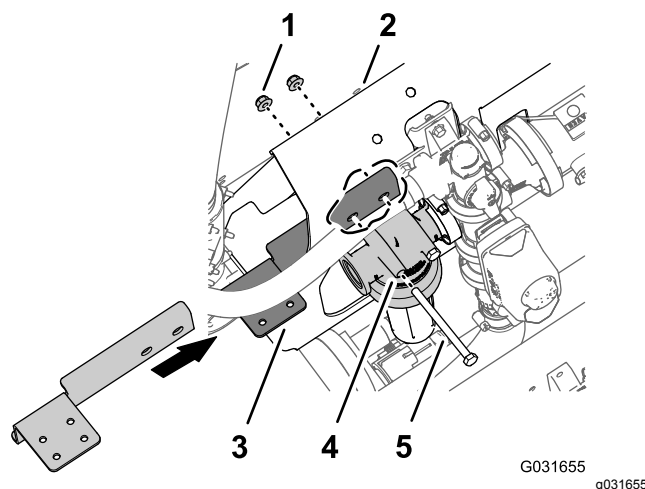

Figura 222
4. Rimuovete i 2 dadi di bloccaggio flangiati (5/16") che fissano la testa del filtro al supporto del collettore (Figura 222).
5. Allineate i fori nella flangia lunga del supporto della valvola di intercettazione (N. cat. Toro 131-3725-03) con i 2 bulloni (5/16" x 4") nella parte anteriore del supporto del collettore (Figura 222).
6. Collegate il supporto della valvola di intercettazione al supporto del collettore e ai bulloni con i 2 dadi di bloccaggio flangiati che avete rimosso al passaggio 4 (Figura 222).